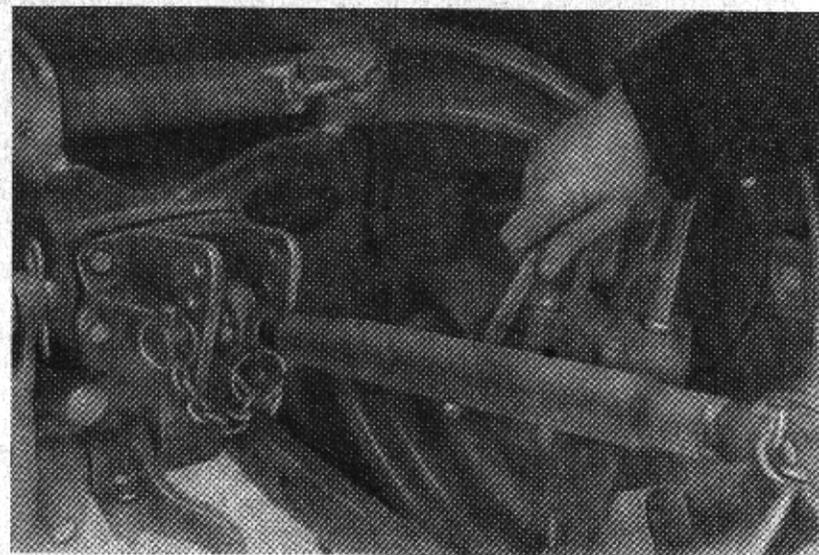

Fig. 17. Réglage de la barre centrale
6. Ayant attelé la machine agricole au tracteur aux trois points, mettre préalablement son châssis en position horizontale. Pour cela, régler la longueur de l'étrésillon droit et de la barre centrale (fig. 17).